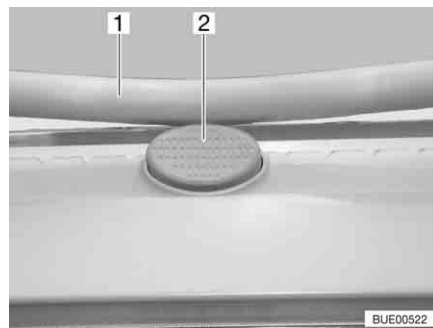

Bild 95 Sicherungsknopf an der Heki-Dachhaube
- Den Sicherungsknopf (Bild 95,2) drücken und den Bügel (Bild 95,1) mit beiden Händen nach unten ziehen.
- Den Bügel mit beiden Händen nach oben drücken, bis der Bügel oberhalb des Sicherungsknopfes (Bild 95,2) liegt.